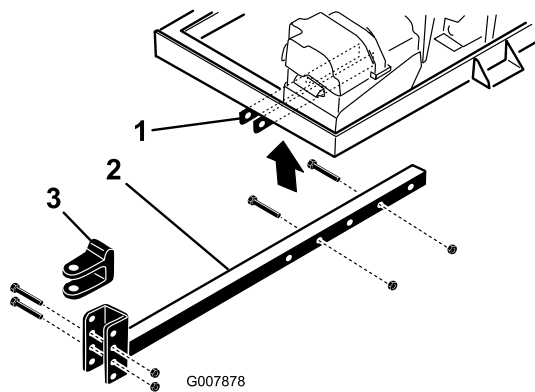

Figura 4
4. Fissate il tubo dell'attacco di traino alle staffe del telaio (Figura 4) con 2 bulloni ( $\frac{3}{8}$ " x 3") e 2 dadi flangiati ( $\frac{3}{8}$ ").
3. Inserite il tubo dell'attacco di traino nelle staffe del telaio (Figura 4).